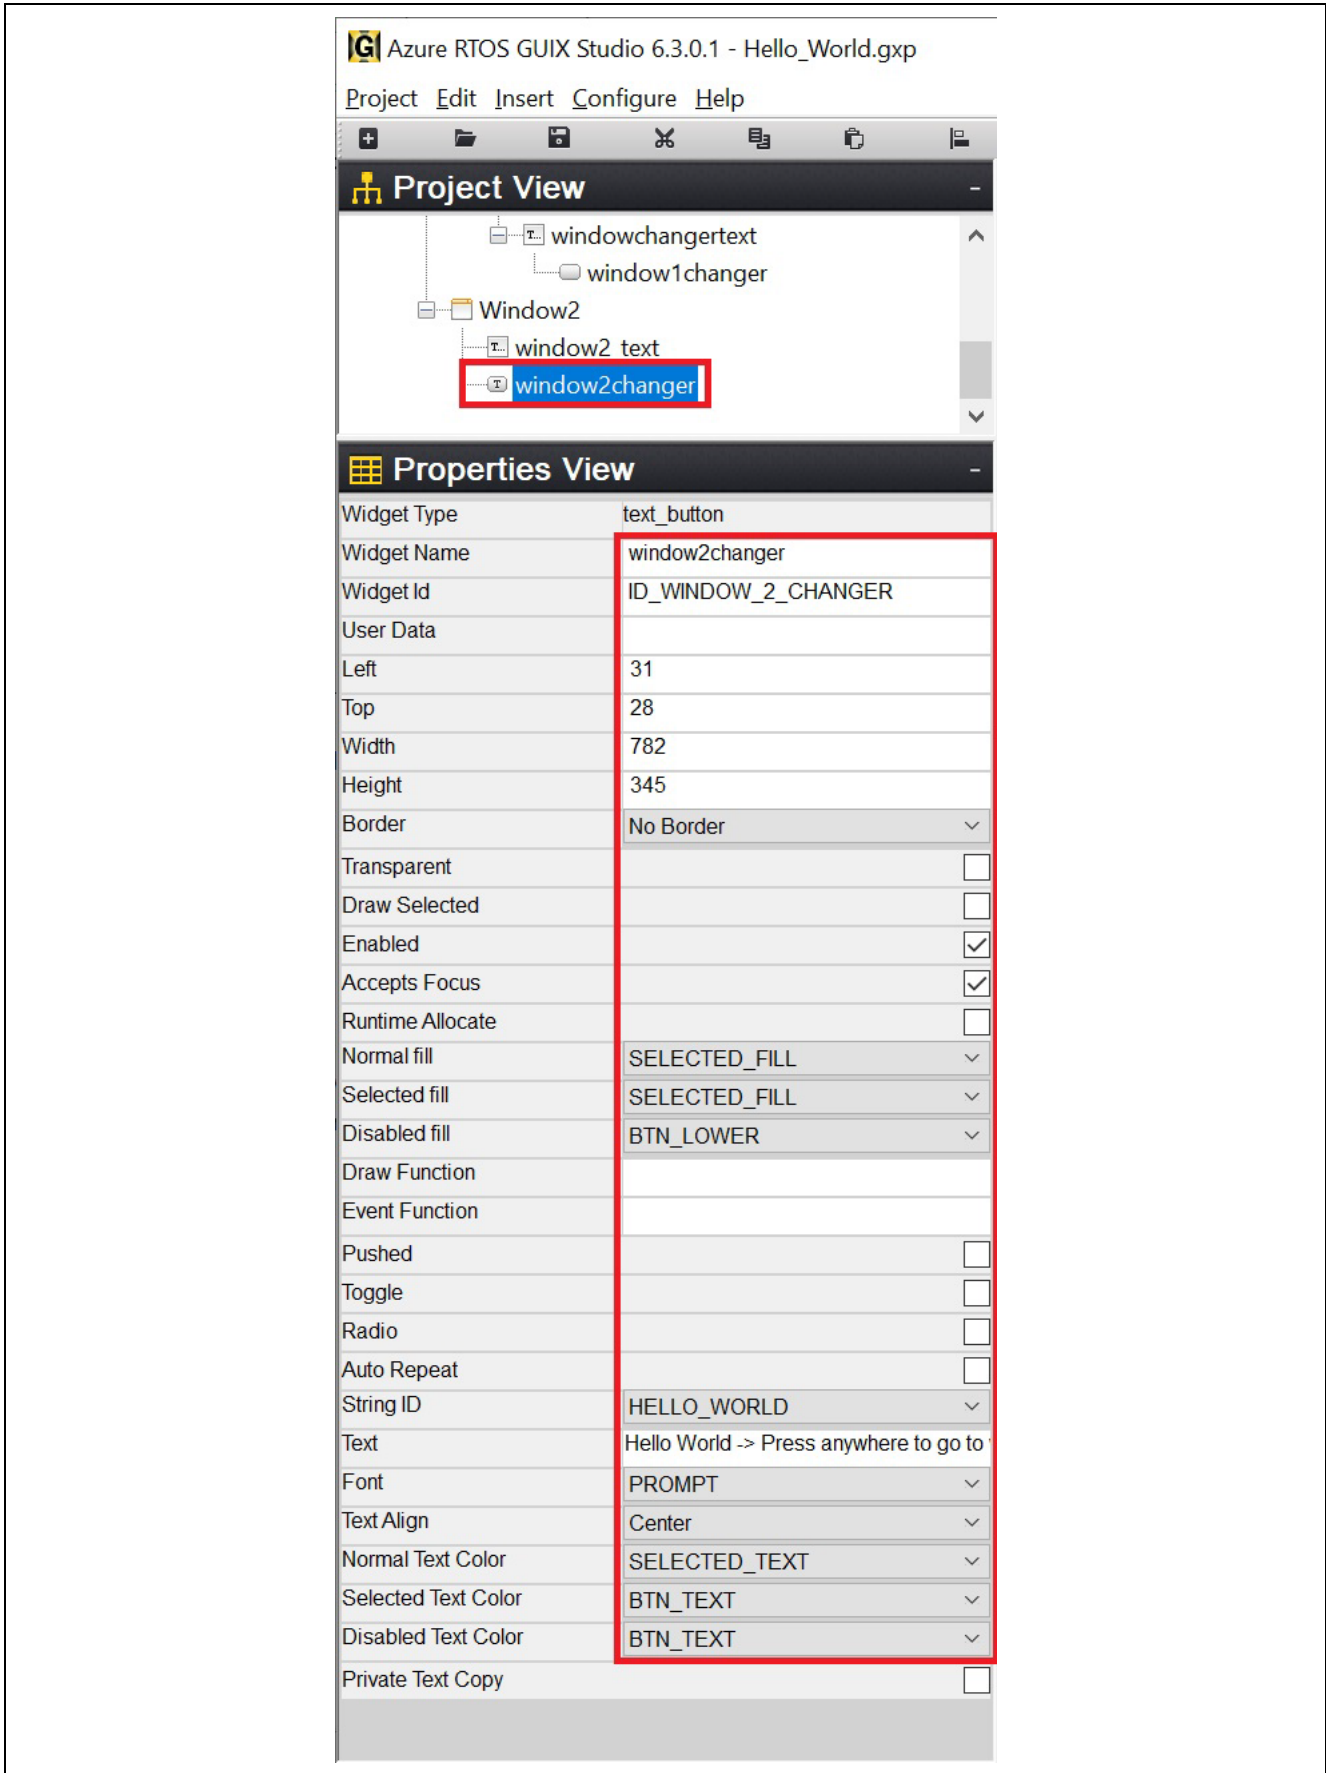

図 67. text_button のプロパティ設定
28. 図 67のように、text_buttonのプロパティの設定をします。